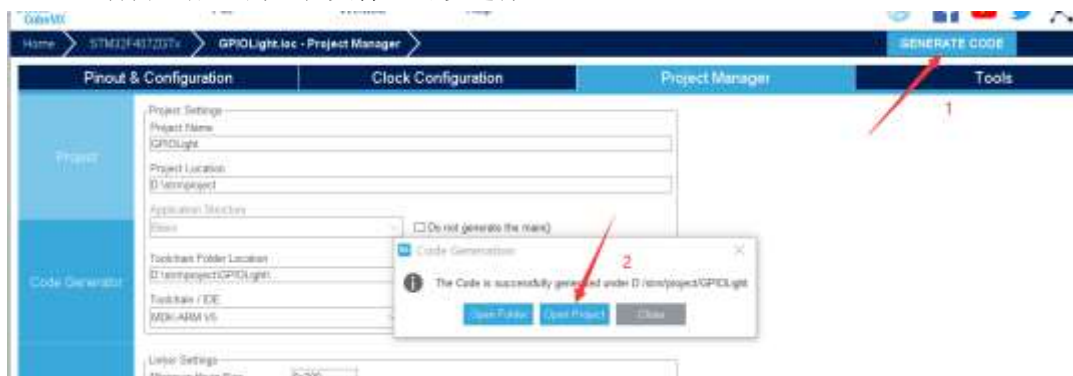

图 5.1.10 生成工程
- 9) 生成成功后，有如图 5.1.10 所示。新创建工程时，可以选择打开工程文件。若已打开生成过的工程文件，可以选择 CLOSE。